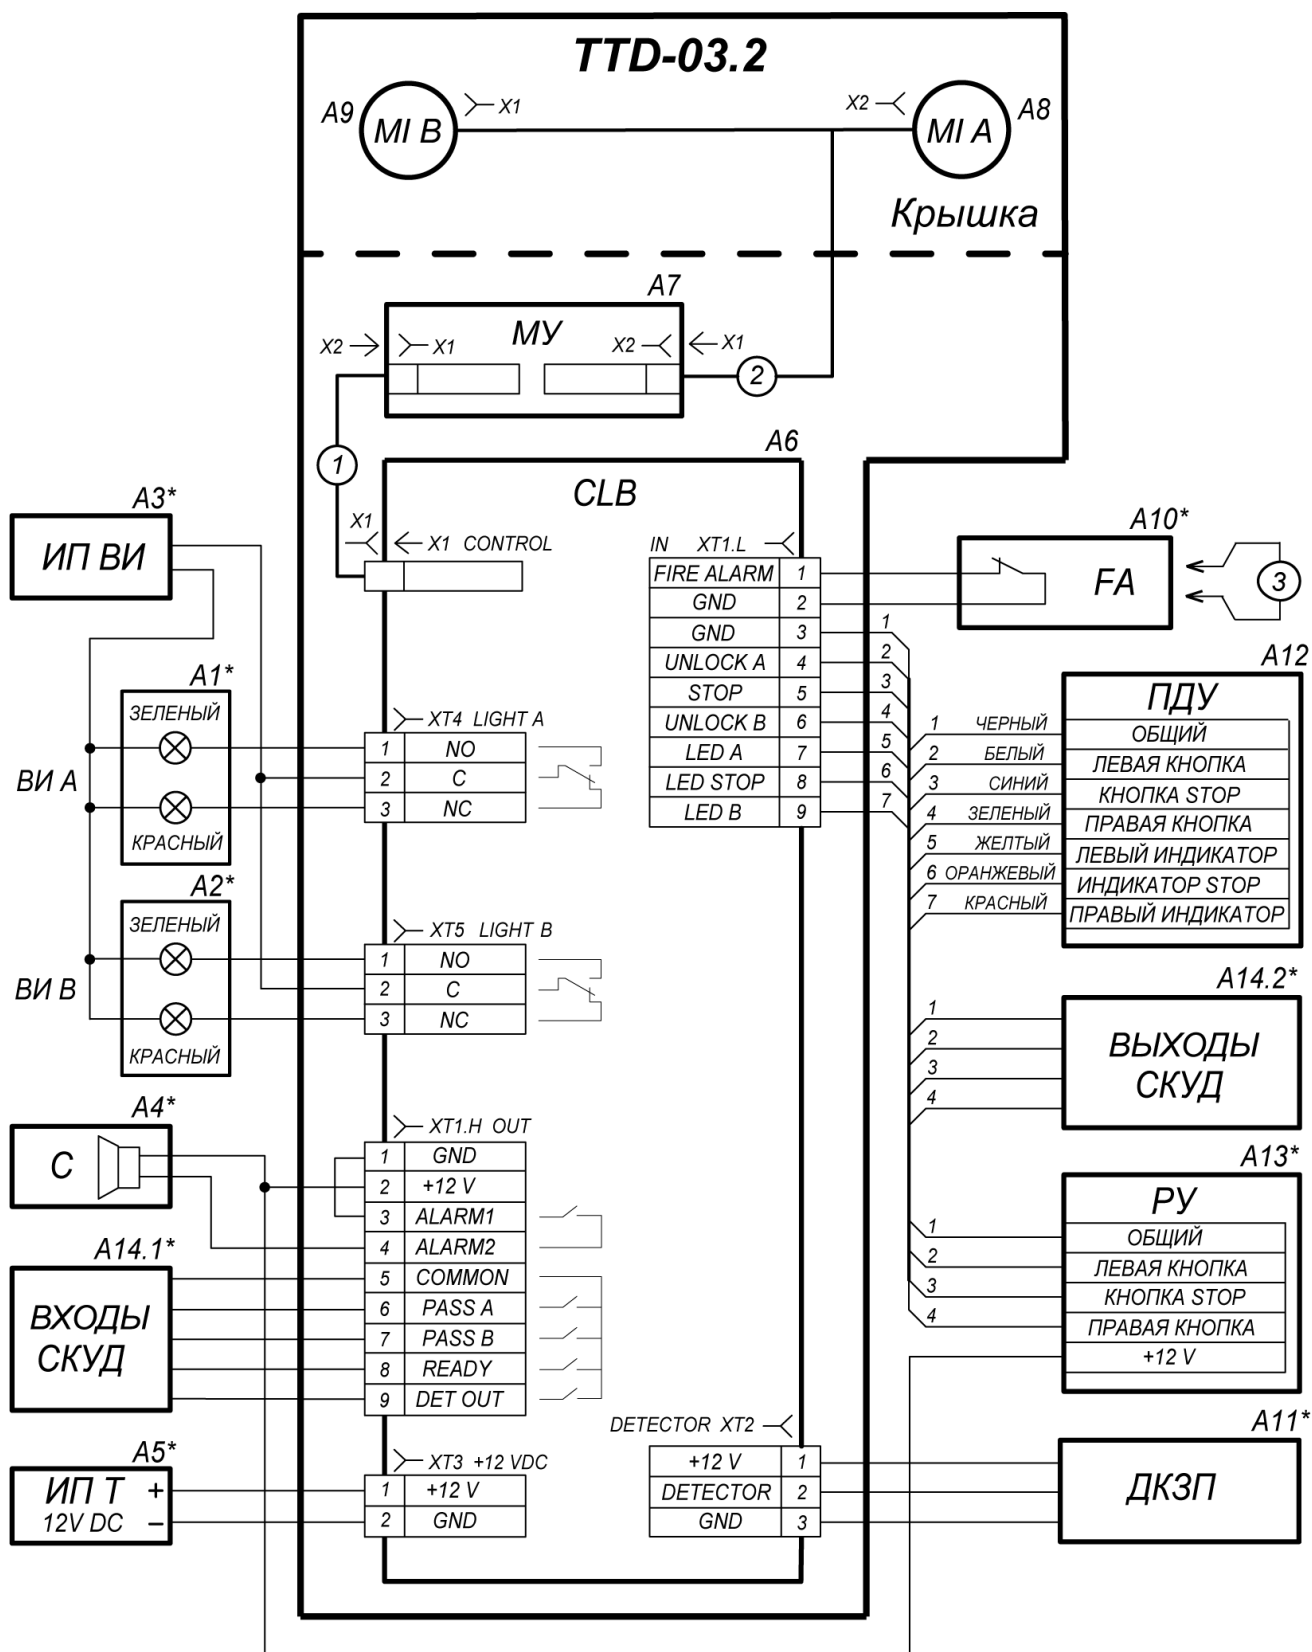

Рисунок 13. Схема электрическая соединений¹
Схема подключения турникета приведена на рис. 13. Расположение клеммных колодок на плате управления указано на рис. 4. Используемые при монтаже кабели указаны и их максимальная длина указаны в разд. 8.3. Рекомендации по подготовке установочной поверхности и организации зоны прохода приведены в разд. 8.1.
6. Для доступа к крепежным отверстиям основания стойки турникета снимите обе стенки внешние (2) в следующем порядке. С обеих сторон стойки турникета открутите рожковым ключом S10 две гайки M6 на кронштейне, фиксирующие верхнюю часть стенки внешней (2) на стойке турникета, после чего снимите стенку внешнюю, приподняв ее вверх. При этом внизу откроется доступ к крепежным отверстиям на основании.
8. Все подключения к плате CLB выполняйте в соответствии со схемой электрических соединений (рисунок 13). Прокладка кабелей внутри стойки турникета показана на рисунке 12.
10. Подключите кабель питания (10) от источника питания турникета к клеммной колодке XT3 на плате CLB. Подключите кабель ПДУ к клеммной колодке XT1.L на плате CLB. Подключите, при необходимости, кабели от других устройств к соответствующим клеммным колодкам платы CLB (см. рис. 13). При подключении устройства, подающего команду аварийной разблокировки, снимите перемычку в виде провода, установленную между контактами *Fire Alarm* и *GND* клеммной колодки XT1.L (*In*).
позиции A4, A6 – A9, A11 – см. рисунок 13.